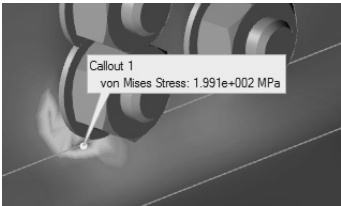

图 16-12
- 4) 选择模型中米塞斯等效应力最大的点，以创建数据明细，如图 16-12 所示。